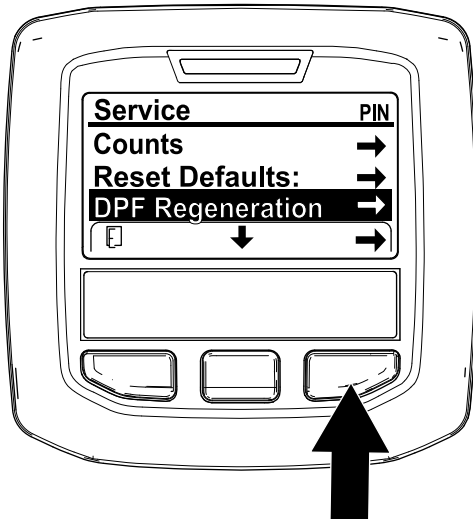

Figure 32
1. Dans le menu Entretien, utilisez le bouton central pour naviguer jusqu'à l'option DPF REGENERATION (régénération du FAP) (Figure 32).
2. Appuyez sur le bouton droit pour sélectionner l'option DPF Regeneration (Figure 32).